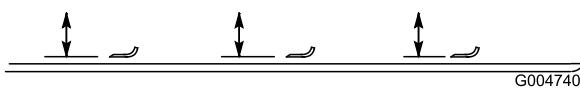

Figure 98
4. Tournez la lame dans le sens longitudinal et mesurez la distance entre l'intérieur du plateau de coupe et le tranchant à l'avant de la lame (Figure 98).